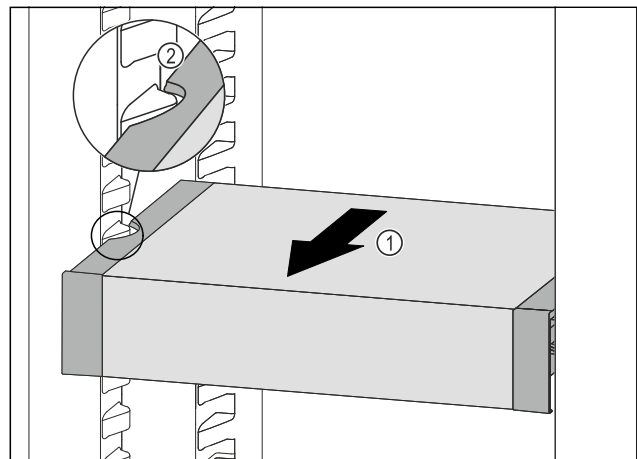

Fig. 116
- ▶ VarioSafe nach vorne ziehen Fig. 116 (1), bis sich die seitlichen Aussparungen des VarioSafes auf Höhe der Behälterrippe im Kühlteil befinden. Fig. 116 (2)